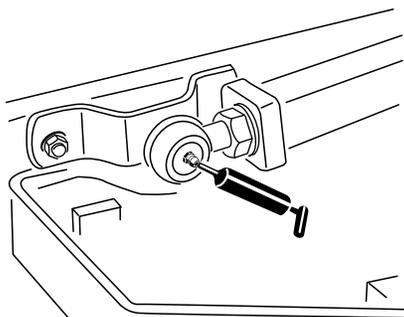

Figura 48
- Duas rótulas de elevação da barra de ligação (Figura 48)